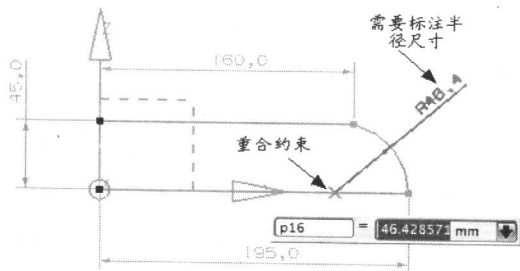
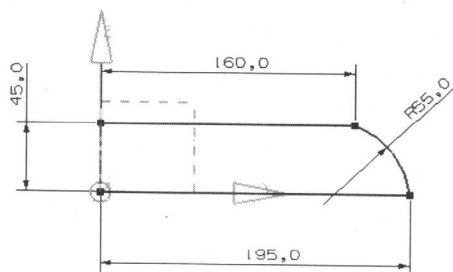

图 1-14
图 1-15
(10) 再次调用【自动判断的尺寸】功能，标注圆弧的半径尺寸，但是图形显示为橙红色，表示图形已经过约束，如图 1-14 所示。这是因为圆弧的圆心与下面的水平线重合，需要将这个约束删除。操作方法是直接选择重合的叉号，按 Del（删除）键删除。删除重合约束后，再标注半径为 55mm，如图 1-15 所示。